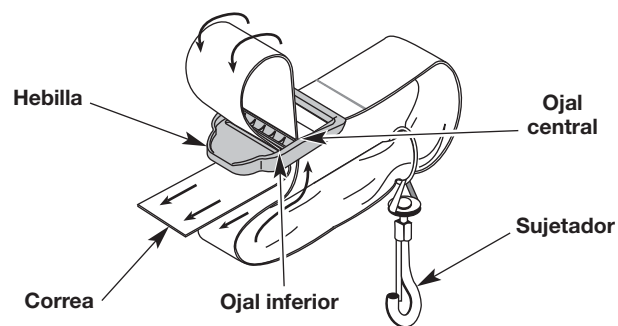

Fig. 4
1. Haga pasar la correa hacia arriba por el ojal central de la hebilla (Fig. 4).
2. Doble la correa sobre sí misma y hágala pasar por el ojal inferior de la hebilla (Fig. 4).